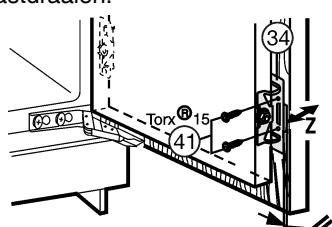

Fig. 21
- Deur van het apparaat met schroeven Fig. 21 (41) door de bevestigingshoek Fig. 21 (34) op de kastdeur vastschroeven.